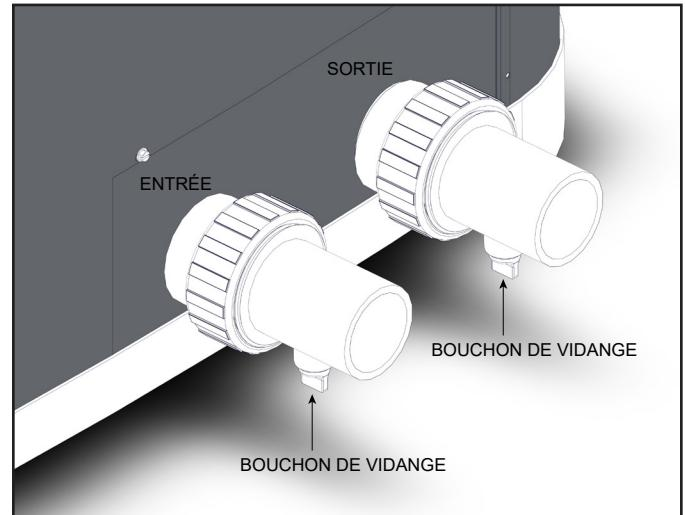

Figure 6. Raccords d'eau/de vidange
5. Les raccords d'entrée et de sortie sont munis de tés de vidange (voir **Figure 6**), ce qui est utile pour vidanger le système avant l'hivernage.
REMARQUE: Bien qu'il soit possible d'installer le raccord supérieur avec le bouchon de vidange verticalement, le fabricant suggère que l'installation des deux raccords avec les bouchons de vidange orientés vers le bas, comme illustré, en Figure 6 permet d'obtenir la meilleure vidange possible du système.